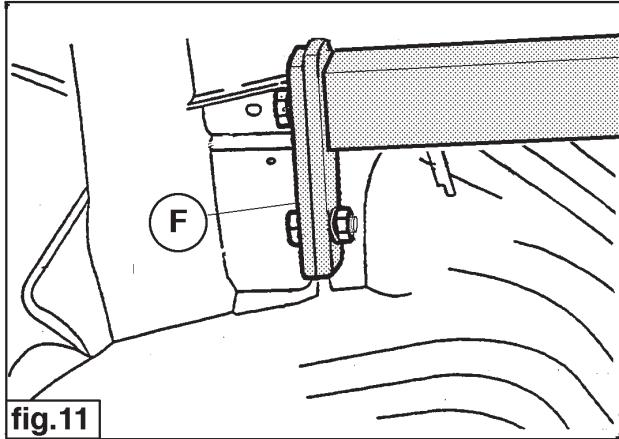

fig.11
5. Fissare la traversa del gancio di traino come indicato nelle fig. 11 e 12 ai supporti E ed F per mezzo di quattro bulloni M12x35 comprensivi di riparelle e rondelle di sicurezza. Collocare l'asta a sfera e fissarla con due bulloni M12x65/21,2 con rondelle di sicurezza e dadi autobloccanti. Avvitare questi bulloni come indicato nella tabella.
5. Poprzeczną belkę przyłożyć do elementów mocujących E i F według rys.11 i 12, a następnie skręcić za pomocą czterech śrub M12x35mm wraz z podkładkami sprężynowymi i nakrętkami. Kulę haka holowniczego skręcić za pomocą dwóch śrub M12x65/21.2 wraz z podkładkami.